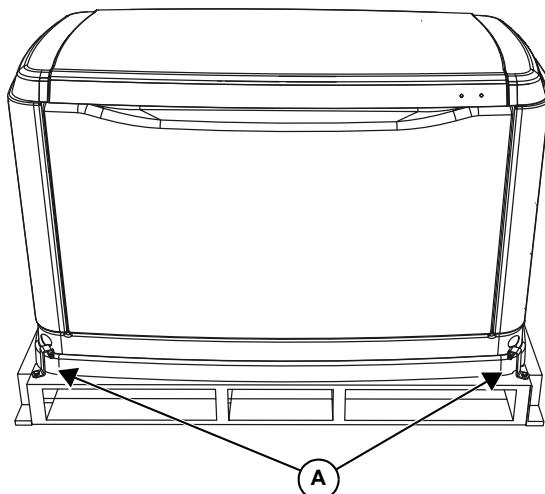

Figure 2-2. Générateur sur une palette
3. Voir la **Figure 2-2**. Retirez les boulons et les fixations installées sur la palette (A). Soyez prudent en retirant le générateur. Le pousser hors de la palette endommagera la base. Le générateur doit être soulevé de la palette en bois avant de le déplacer.